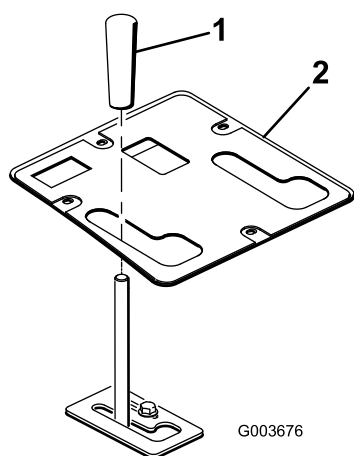

図 18
10. 古いコントロール・パネルを固定していたネジを使って、新しいコントロール・パネルを固定する（図 18）。
11. 昇降レバーにノブを取り付ける（図 18）。